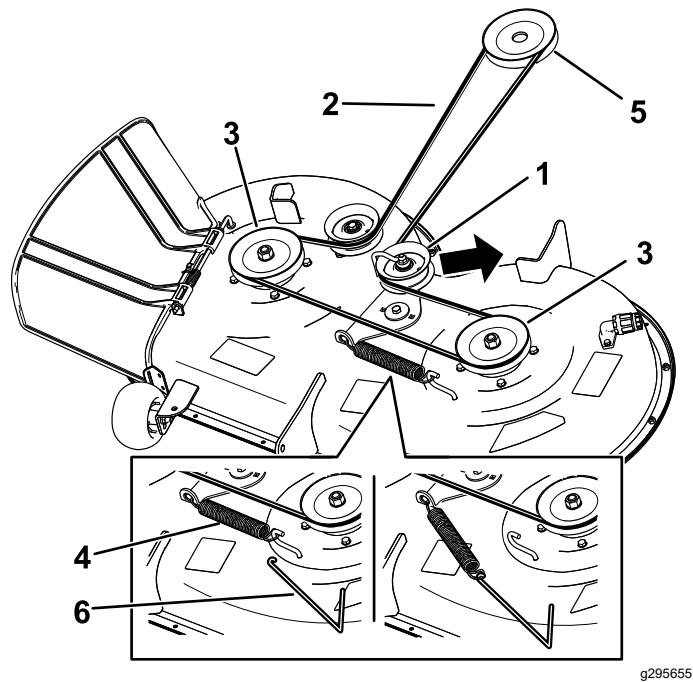

Figura 57
- Utilize um removedor de molas (Peça Toro n.º 92-5771) para remover a mola intermédia do gancho da plataforma para retirar tensão da polia intermédia e rode a correia para fora das polias (Figura 57).
- Coloque a nova correia em redor da polia do motor e nas polias do cortador (Figura 57).
- Utilizando um removedor de molas (peça Toro n.º 92-5771), instale a mola intermédia por cima do gancho da plataforma para colocar tensão na polia intermédia e na correia do cortador (Figura 57).